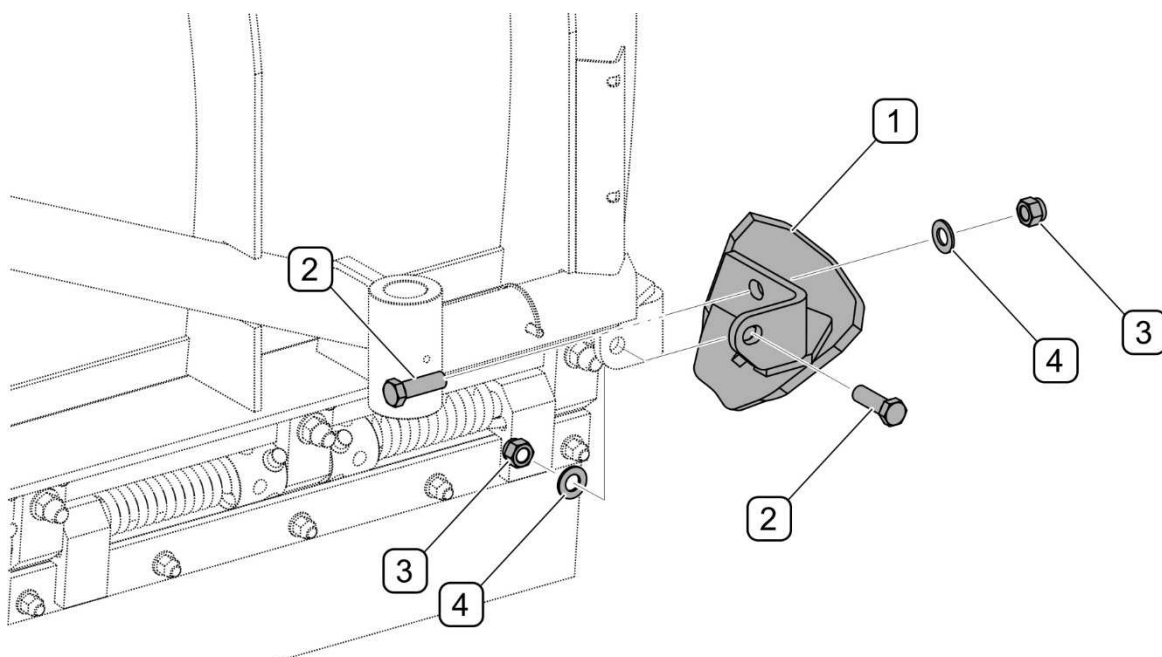

FIGURE 5.3 Montage des pare-chocs
(1) - pare-choc; (2) - boulon M16x50-8.8; (3) - écrou M16; (4) - rondelle 16-100HV
Le chasse-neige est équipé de pare-chocs droit et gauche qui protègent les arêtes des lames lors du travail près de bordures. Les pare-chocs (FIGURE 5.3) sont montés sur le versoir au moyen de boulons (2), rondelles (4) et écrous (3). La méthode de remplacement des pare-chocs droit et gauche est identique. Le type des pare-chocs dépend du celui des lames de raclage (TABLEAU 5.3)